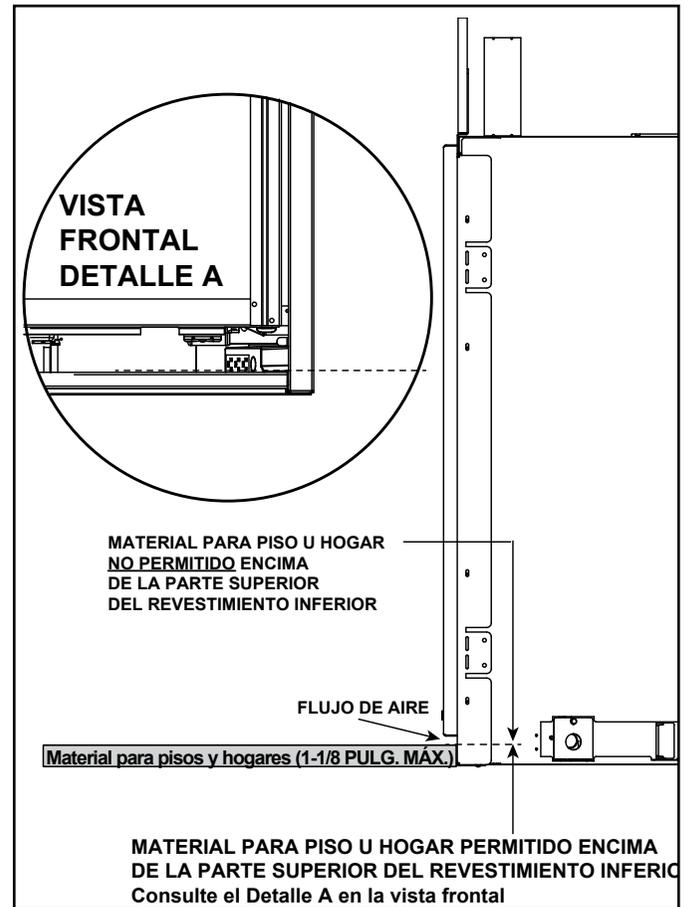

Figura 3.18 Material para pisos y hogares permitidos
- Se puede colocar material para pisos y hogares hasta la parte superior del revestimiento inferior, pero no sobre él, para permitir el flujo de aire adecuado desde el aparato. Consulte la Figura 3.18.